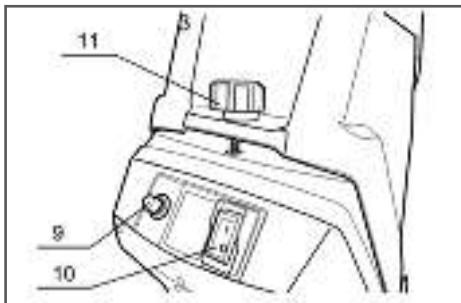

Рис. 6. Включение устройства
1. Убедитесь в том, что винт 11 (Рис. 6) надежно затянут.
3. Установите, нажатием на клавишу, электромагнитный выключатель 10 (Рис. 6) в положение «1» (ВКЛЮЧЕНО), электродвигатель включится.
На измельчителе установлен предохранитель 9 (Рис. 6). Если при работе возникает перегрузка, то предохранитель автоматически отключает двигатель (выскаивает кнопка предохранителя).
4. Открутите винт 11 крепления корпуса (Рис. 6) против часовой стрелки и откните вперед крышку загрузочного желоба.
8. Установите на место крышку загрузочного желоба и затяните её, поворачивая винт крепления корпуса 11 (Рис. 6) по часовой стрелке.
4. Открутите винт 11 крепления корпуса (Рис. 6) против часовой стрелки и откиньте вперед верхнюю часть корпуса.
11. Сложите верхнюю и нижнюю часть корпуса и затяните винт 11 крепления корпуса (Рис. 6).